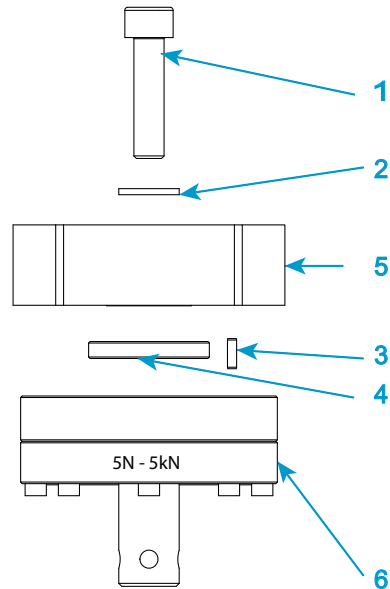

図17. 2530 シリーズのロードセルの取り付け - 容量 5 N ~ 5 kN
説明 図 17
- 87 ページの図 17 とそれに関連する説明文を参照してください。